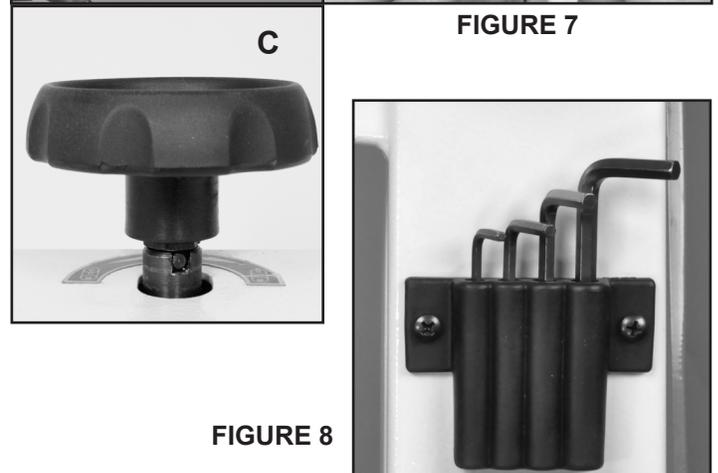

FIGURE 8
1. Assemblez le support d'outil (#8A) à l'arrière de la colonne avec deux vis Phillips M5x10 (#9A). Fig. 8. Rangement pratique pour les clés hexagonales (3, 4, 5, 6mm).